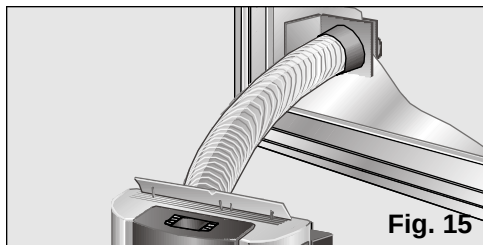

Fig. 15
- ☐ Nel caso di un'installazione fissa attraverso finestra, si usa soltanto il pezzo finale trasparente dell'accessorio e bisogna eseguire nel vetro un buco di 10,5 cm di diametro, **Fig. 15**.